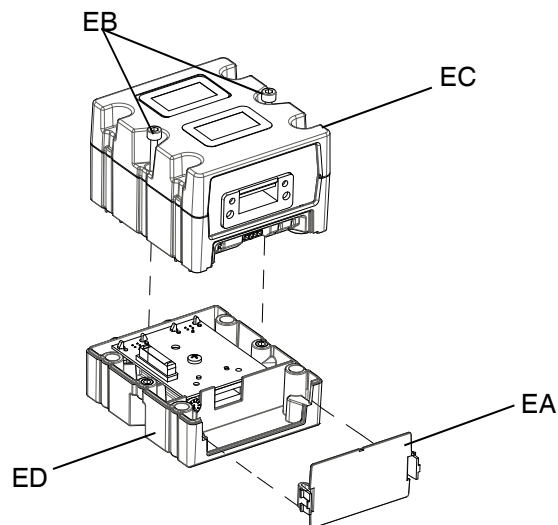

FIG. 60: Desmontaje del CGM
4. Retire la tapa de acceso del CGM (EA). Afloje los dos tornillos (EB) y desmonte el CGM (EC) de la base (ED) como se muestra en la FIG. 60.